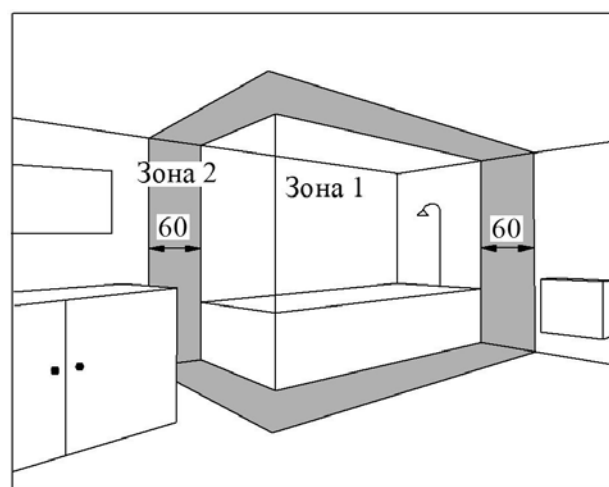

Рис.3
4.5 Конвекторы с исполнением оболочки IP24 допускается устанавливать в ванных комнатах, душевых, бассейнах (см. рис. 3).